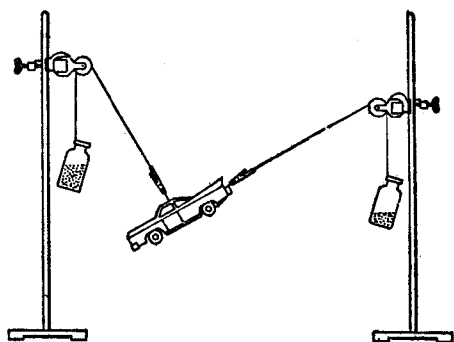

图 3
(3) 把斜面移去，汽车留在原来的位置静止不动(图3)，这说明：这时的重力确有两个分力，它们分别跟两根绳的拉力